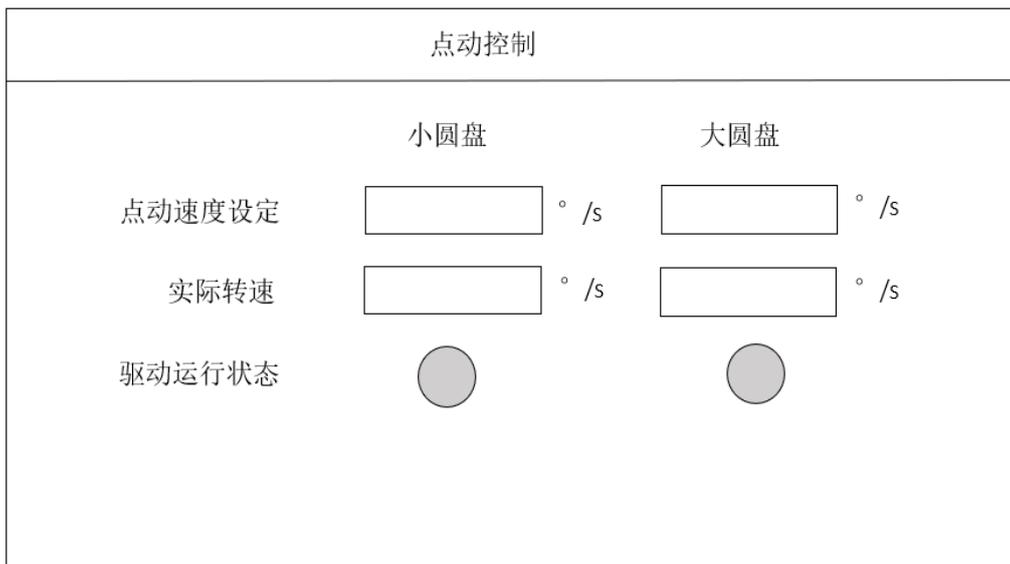

图 1 点动控制界面
- 1) 在操作屏上设计编辑“点动控制”界面，控制功能及显示功能要求如下图 1。